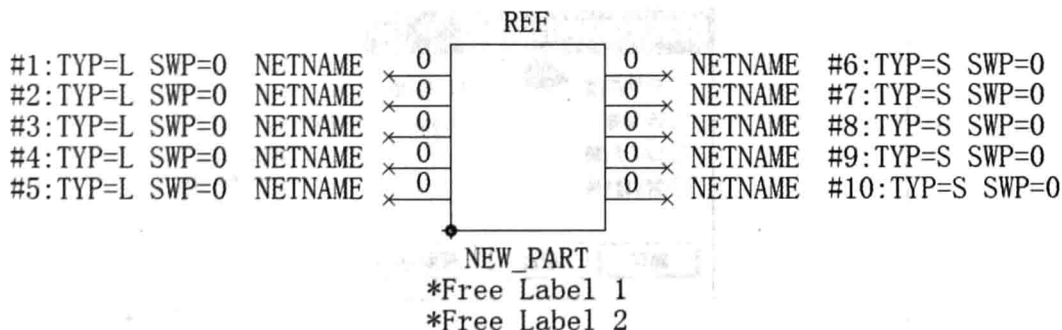

图 3-19 完成后的 CAE 封装
(2) 单击【确定】按钮。CAE 封装创建完成。完成后的 CAE 封装如图 3-19 所示。